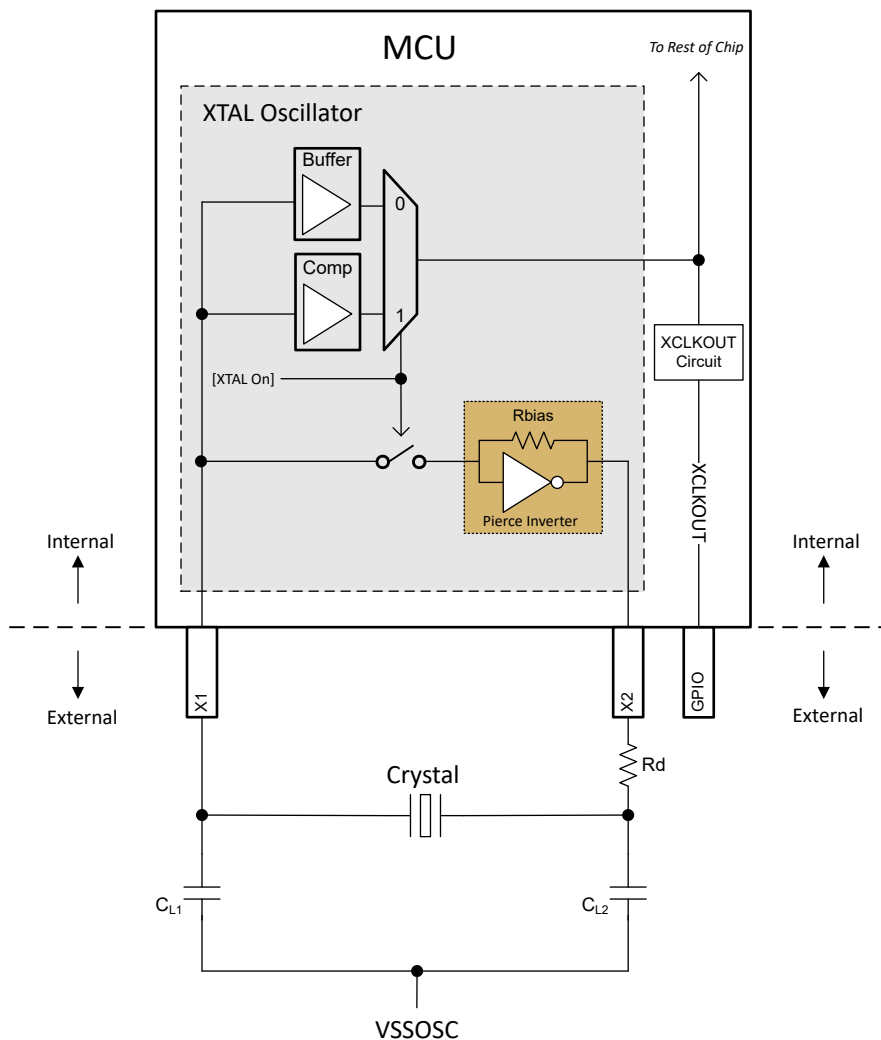

図 7-12. 電気発振回路のブロック図
このデバイスの電気発振回路は、ピアス発振器です。これは正帰還インバータ回路であり、発振するためにはチューニング回路が必要です。この発振器に適合する水晶振動子と組み合わせると、タンク回路が形成されます。このタンク回路は、水晶振動子の基本周波数で発振します。このデバイスでは、発振器は、並列容量 (C0) および必要な負荷容量 (CL) によって、並列共振モードで動作するように設計されています。図 7-12 に、電気発振回路とタンク回路の部品を示します。